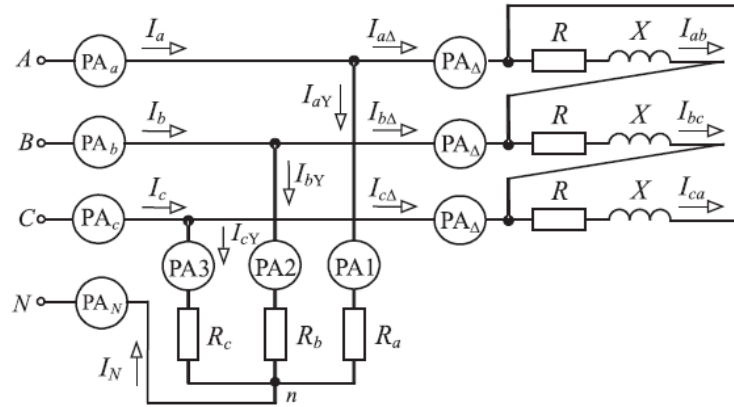

Рис.9.11
**ЗАДАЧА 9.13.** В трехфазной цепи (рис. 9.11)  $U_{\text{л}} = 380 \text{ В}$ ,  $R_a = 44 \text{ Ом}$ ,  $R_b = 22 \text{ Ом}$ ,  $R_c = 14,7 \text{ Ом}$ ,  $R = 26 \text{ Ом}$ ,  $X = 26 \text{ Ом}$ . Определить показания всех амперметров.